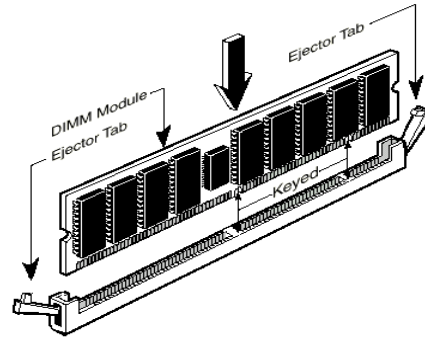

Figure 2-6. Memory module installation
**ステップ 5.** 図のように、DIMM をメモリ拡張スロットに挿入します。図 2-6 でメモリモジュールにキーノッチ(keyed)があることを良く見てください。これは、